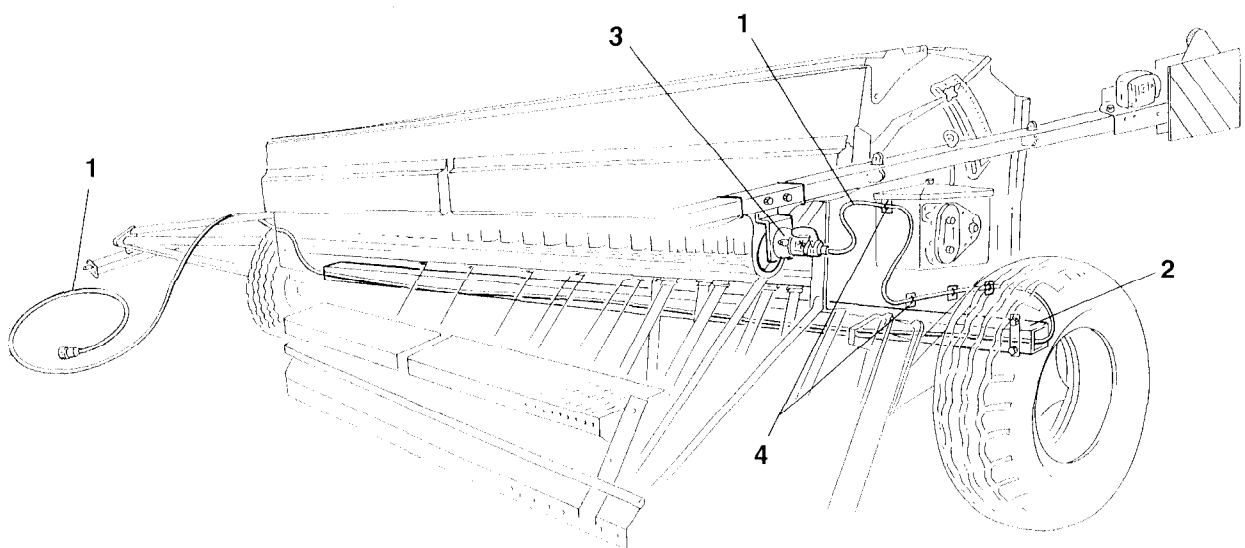

Fig. 20.17
- Steckdose (Fig. 20.17/3) abschrauben und Beleuchtungskabel an der Steckdose nach Figur 20.16 und nachfolgender Tabelle anschließen.
- Steckdose (Fig. 20.17/3) an der Verkehrssicherungsleiste anschrauben.
- Beleuchtungskabel (Fig. 20.17/1) durch das Rahmenhauptrohr (Fig. 20.17/2) der Sämaschine ziehen.
- Beleuchtungskabel (Fig. 20.17/1) in die Steckdose (Fig. 20.17/3) stecken und mit Kabelbindern (Fig. 20.17/4) und Klebeplatten an der Sämaschine befestigen. Die Klebeflächen müssen fettfrei und sauber sein.
- Beleuchtungskabel (Fig. 20.17/1) am Schlepper anschließen und Beleuchtung auf Funktion überprüfen.